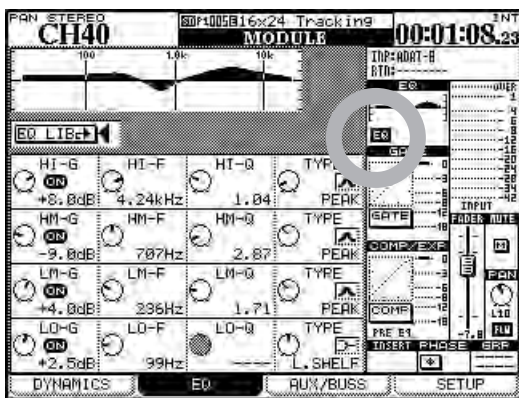

Figure 5.9: Ecran de module correcteur (EQ)
bouton d'écran EQ (marqué d'un cercle dans la Figure 5.9, Ecran de module correcteur (EQ)).